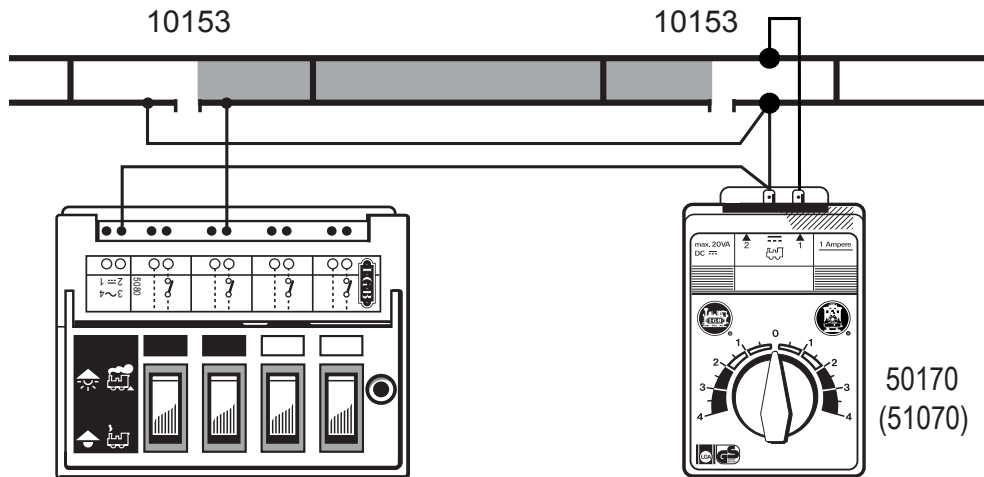

Bild 2, Ill. 2, Fig. 2
- Mit zwei Unterbrechergleisen (10153), einem LGB-Schaltpult (51800) und einem LGB-Fahrregler können Sie einen isolierten Streckenabschnitt bauen. Dann können Sie eine Lok in diesem Abschnitt anhalten, während ein andere Lok weiterfährt (*Bild 2*).
- À l'aide de deux voies de rupture (10153), d'un pupitre de commande (51800) et d'un Commande LGB, vous pouvez constituer une section de ligne isolée. A présent, vous pouvez mettre une locomotive à l'arrêt dans cette section de ligne, pendant qu'une autre continue de rouler (*Fig. 2*).